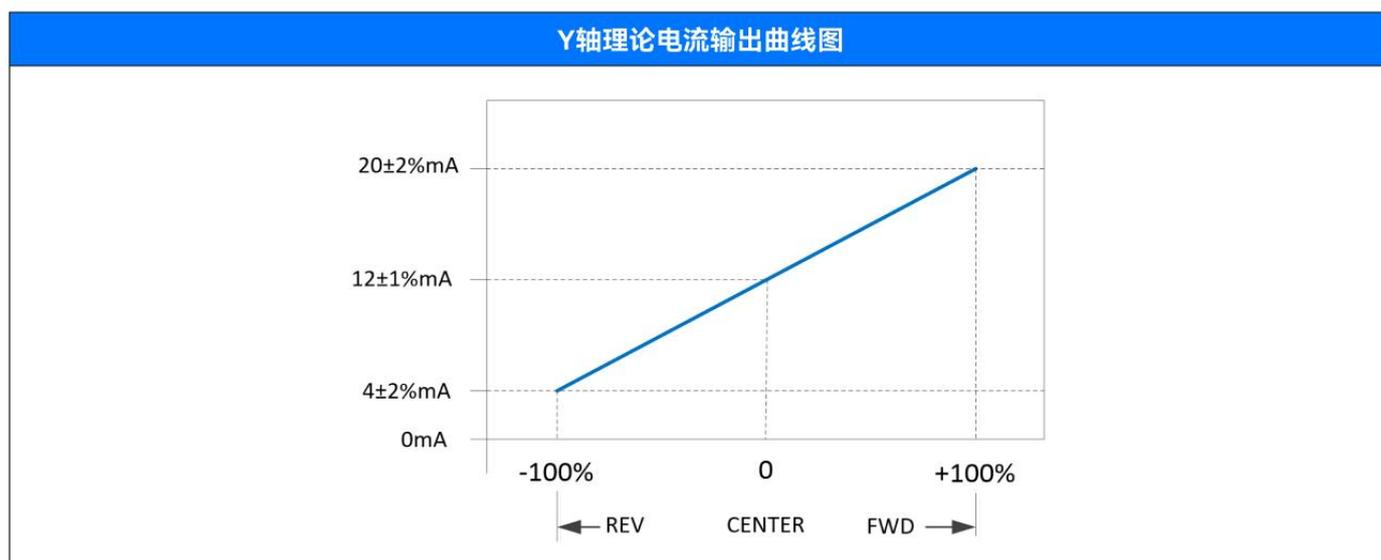

图2.1
- (1) 刻度范围0~100，背景色前绿后红，刻度线、数字白色，背光可调，亮度通过电路板旋钮调节亮度；
- (2) 操作力矩恒定，转动力矩以及卡顿点手感可调，手感良好；
- (3) 输出方式：4~20mA电流输出，与刻度呈线性关系，如图2.1。